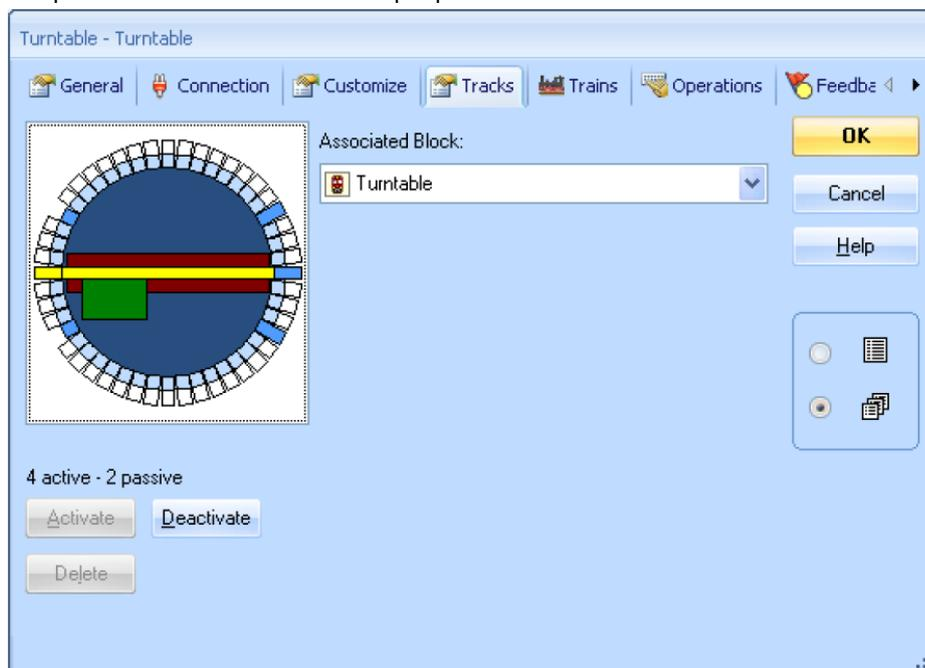

Figure 185 : Connexion d'un canton à une plaque tournante
- Liez le canton à la plaque tournante selon la figure 185.